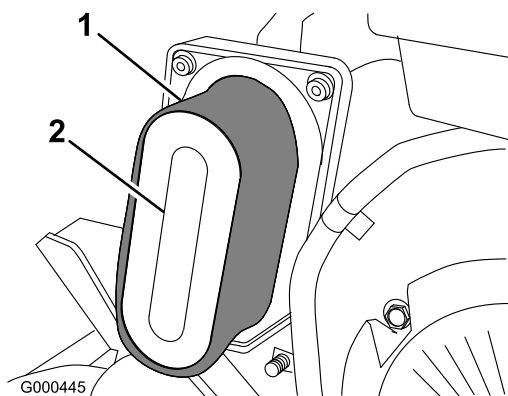

Figura 24
3. Se o elemento de esponja se encontrar sujo, deverá retirá-lo do elemento de papel (Figura 24). Limpe bem a esponja.